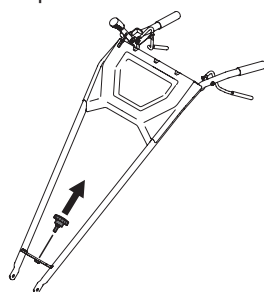

Figure 1
1. Tournez le bouton vers la gauche pour le retirer du centre de l'extrémité inférieure du guidon. Voir Figure 1.